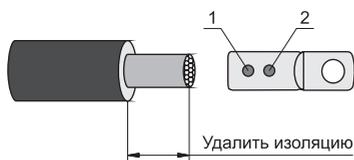

Рисунок 11.
4.29 При использовании наконечников со срывными болтами (рисунок 11) плавно, без рывков, затянуть болты до срыва головок, в последовательности, указанной на рисунке 11, придерживая наконечник трубным ключом или специальным приспособлением. Выступы болтов спилить напильником до уровня поверхности наконечника, опилки тщательно удалить.